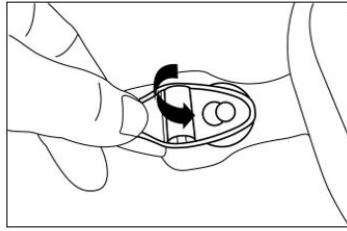

Fig.20
1. Retire el arnés para la cabeza existente al desabrochar cada hebilla de los botones (Fig. 20).